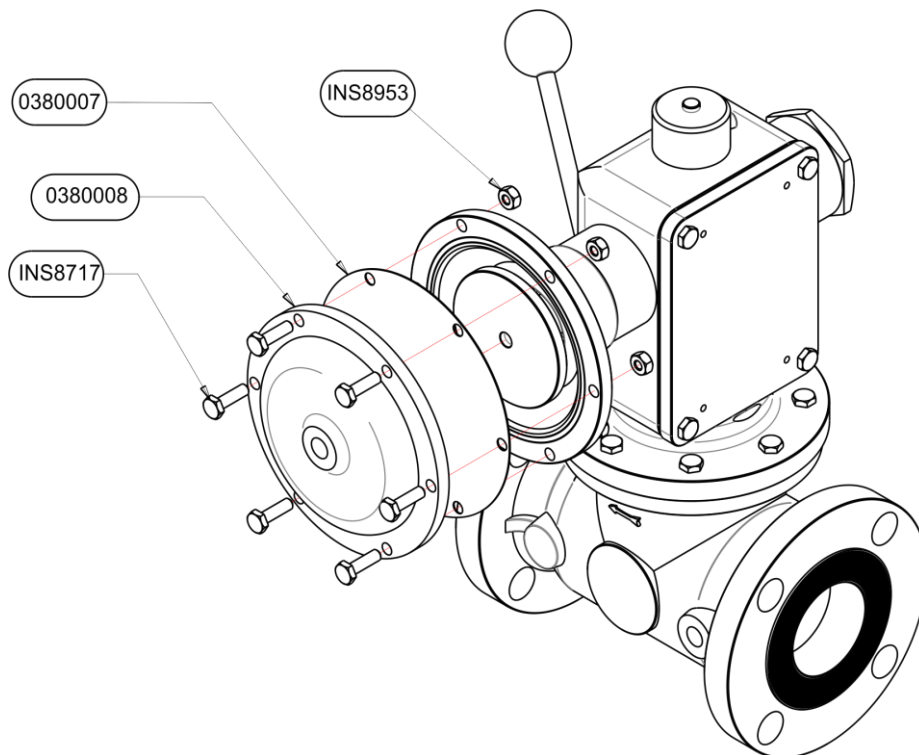

fig. 6
3. Retire los 6 Tornillos INS8717 y sus respectivas tuercas INS8953 que unen las tapas de diafragma (Ver fig. 6)